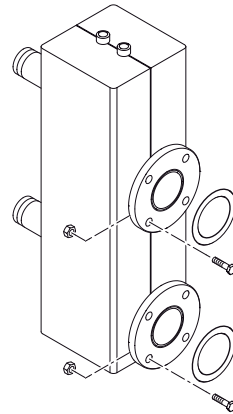

Fig. 7
1.9 KIT COMPENSADOR HIDRÁULICO CÓD. 8101550 (debe solicitarse por separado) (fig. 7)